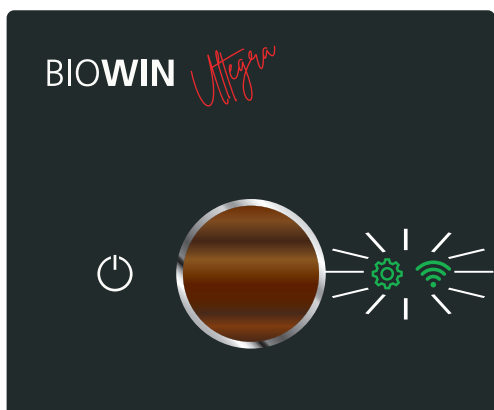
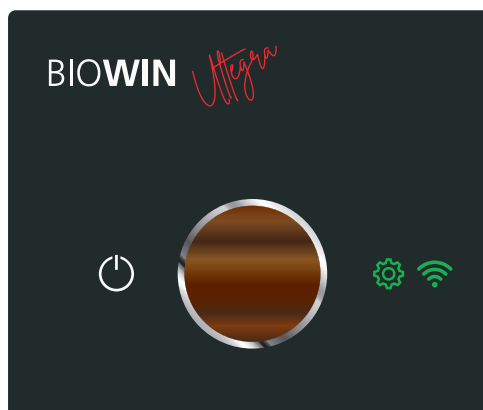

Fig. 42
Fig. 43
- ▶ Ruotare il pulsante myMagic sulla caldaia sul simbolo Impostazioni ⚙️ Ruotare e premere brevemente. Viene avviata la modalità di connessione alla caldaia, i simboli ⚙️ e 📶 lampeggiano – Fig. 42. Se è possibile il collegamento con l'APP per il riscaldamento Windhager "myComfort", i simboli ⚙️ e 📶 si accendono fissi – Fig. 43.